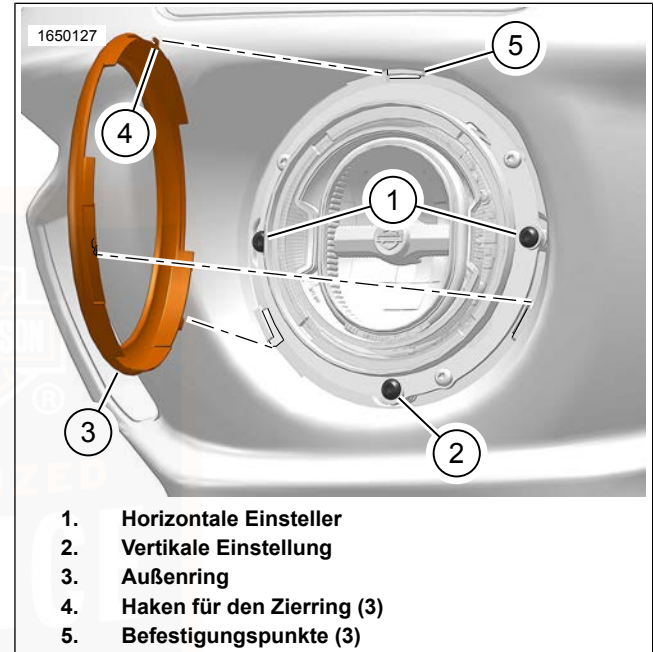

Abbildung 83. Scheinwerfereinstellschrauben: FXLRST
1. Siehe Abbildung 83. Den Trimmring (3) gegen den Uhrzeigersinn drehen, um die Haken des Trimmrings (4) von den Andockpunkten (5) zu lösen und zu entfernen.
2. Die horizontale Einstellschraube (1) drehen. Den Scheinwerfer horizontal ausrichten, bis der Lichtstrahl gerade nach vorne zeigt.
3. Die vertikale Einstellschraube (2) drehen. Den Scheinwerfer vertikal so weit neigen, bis der Strahl auf der Mitte der horizontalen Linie liegt.
- a. Die Haken des Zierrings (4) mit den Befestigungspunkten (5) ausrichten.
- b. Den Trimmring (3) im Uhrzeigersinn in Position drehen.